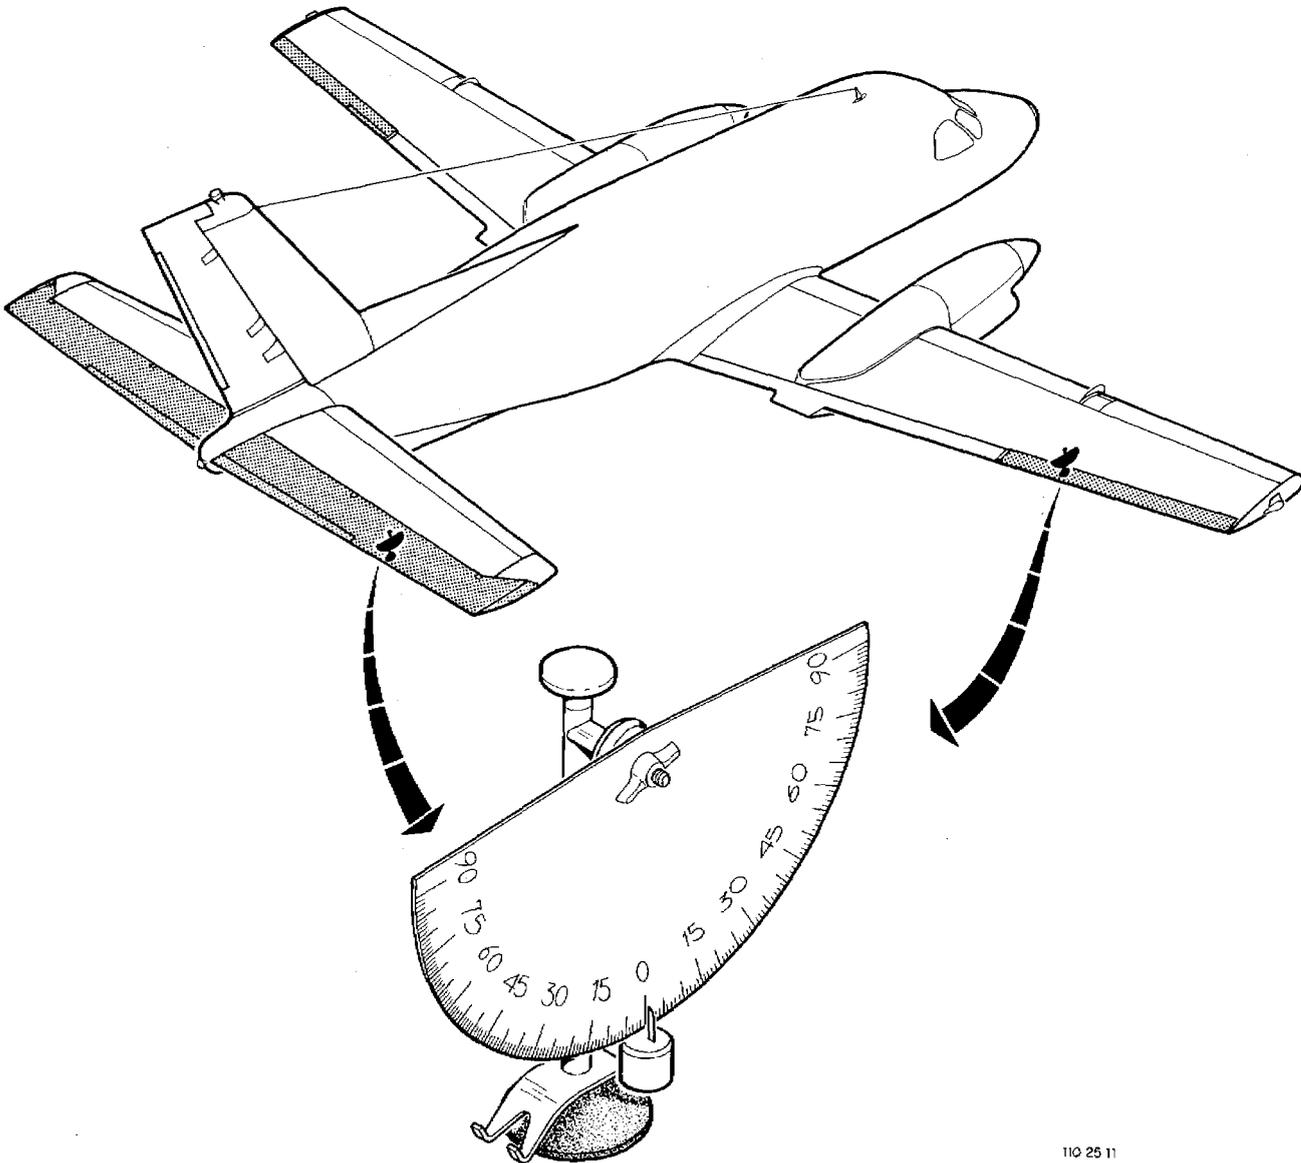

Figura 3-6. Colocação do Transferidor Tipo Pêndulo no Aileron e no Profundor
- a. Com os ailerons colocados em suas posições neutras, coloque o transferidor tipo pêndulo, para a verificação da deflexão do aileron direito na posição indicada na figura 3-6 na asa direita.
- a. Com os profundores (esquerdo e direito) colocados em suas posições neutras, coloque o transferidor tipo pêndulo para verificação da deflexão do profundor na posição indicada na figura 3-6.